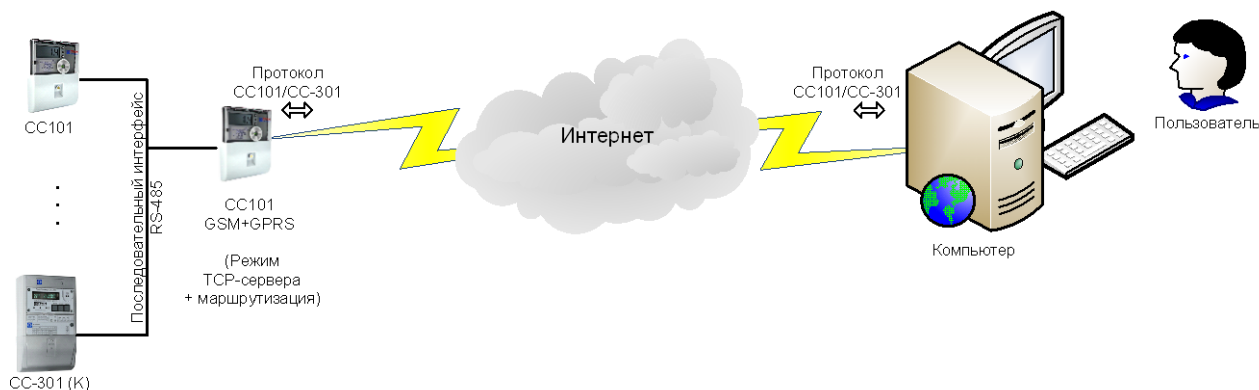

Рисунок 2.12. Считывание показаний и управление счетчиками
2.12 Пользователь выбирает и считывает показания нескольких счетчиков на компьютер, подключенный к прибору с GSM-модемом через сеть Интернет (Рисунок 2.12). В этом варианте основной последовательный интерфейс RS-485 подключен к магистрали с дополнительными приборами, а модуль расширения «GSM/GPRS контроллер» внутри счетчика работает в режиме TCP-сервера и маршрутизации на основной интерфейс. Максимально допустимое расстояние до приборов ограничено только наличием доступа компьютера к сети Интернет, а счетчика с GSM-модемом – к сети оператора связи GSM/GPRS. В программе на компьютере можно осуществлять выбор, автоматическое считывание и сохранение показаний в базе данных, формирование отчетов, управление счетчиками и т.д.